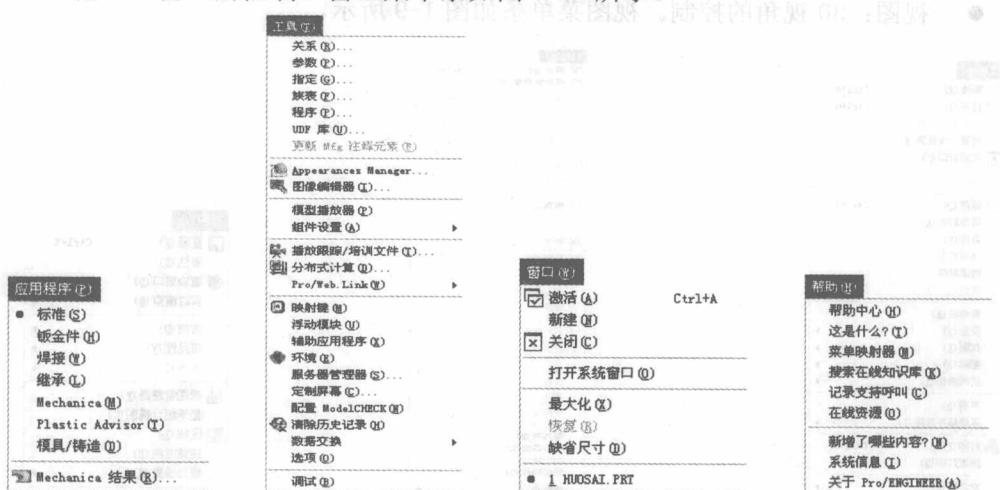

图 1-13 应用程序菜单条 图 1-14 工具菜单条 图 1-15 窗口菜单条 图 1-16 帮助菜单条
- 应用程序：标准模块及其他应用模块。应用程序菜单条如图 1-13 所示。